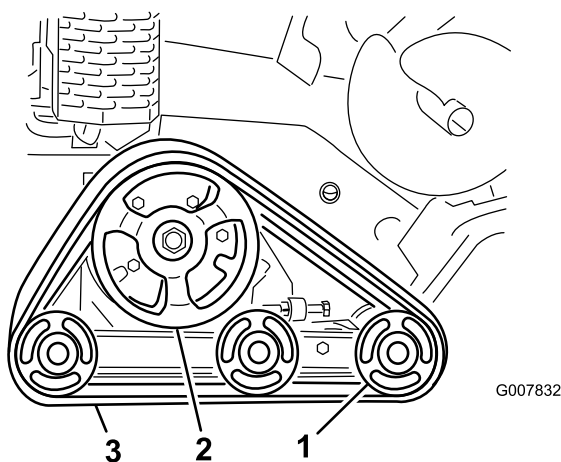

Figura 54
**Importante:** Certifique-se de que limpa bem as rodas de estrada e a roda motora de transmissão (Figura 54). As rodas de estrada devem rodar livremente quando limpas.